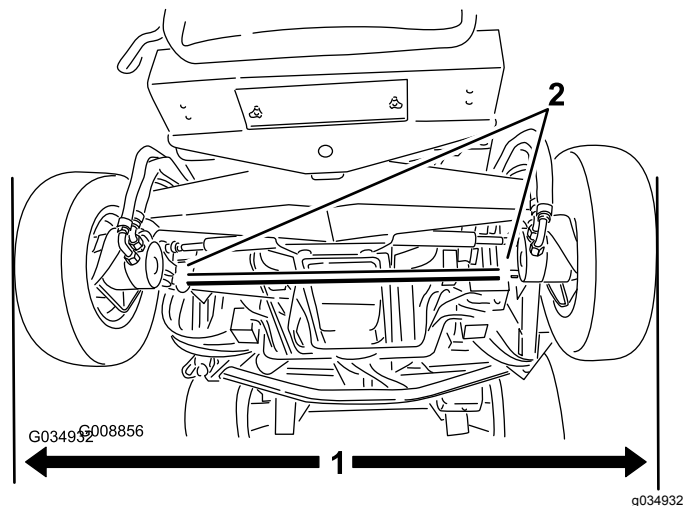

図 105
1. 後輪をまっすぐ前に向けた状態で、後輪の前と後ろで、左右のタイヤの外側間距離車軸の高さ位置でを測る 図 105。
2. トーインの調整は、まずタイロッド両端のクランプをゆるめる 図 105。